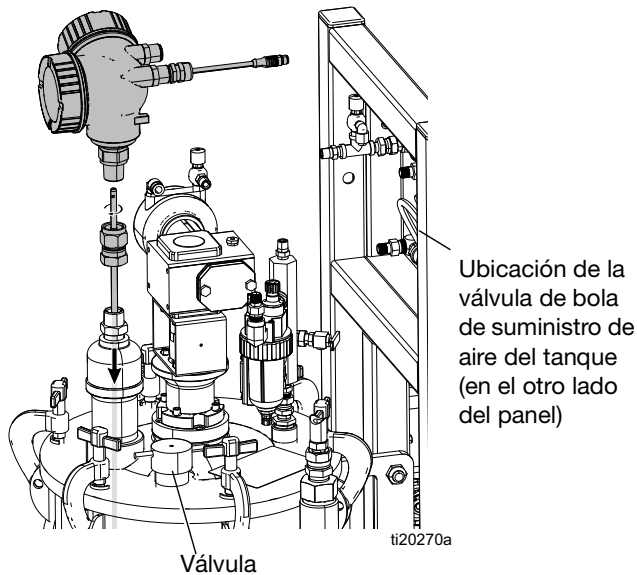

FIG. 9: Montaje del sensor de nivel
1. Cuando el tanque esté vacío, cierre su válvula de bola de suministro de aire y abra la válvula que hay en la tapa del tanque para despresurizarlo. Consulte la Fig. 9.